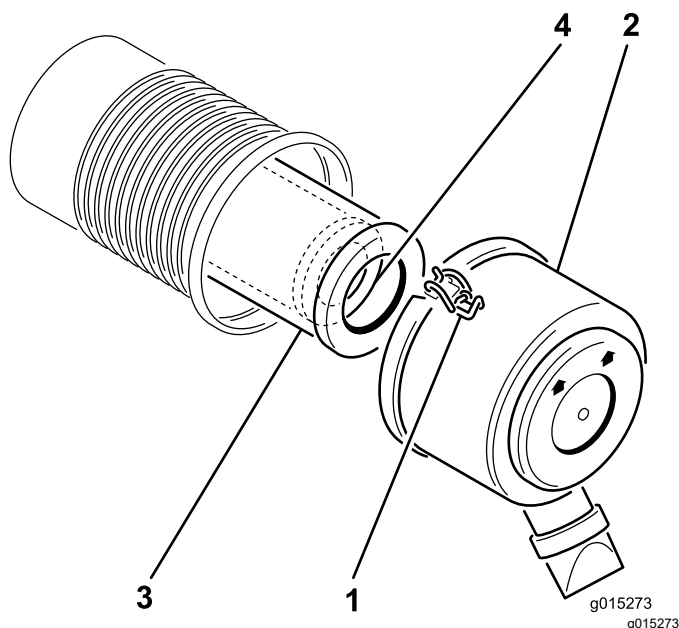

Figura 14
2. Abra los enganches que sujetan la tapa del limpiador de aire al cuerpo del limpiador de aire. Separe la tapa de la carcasa (Figura 14).
4. Extraiga con cuidado el filtro primario de la carcasa del limpiador de aire (Figura 14).
2. Si va a cambiar el filtro de seguridad, deslícelo cuidadosamente en el cuerpo del filtro (Figura 14).
3. Deslice cuidadosamente el filtro primario por encima del filtro de seguridad (Figura 14).
5. Instale la tapa del limpiador de aire con el lado marcado up hacia arriba y fije los cierres (Figura 14).